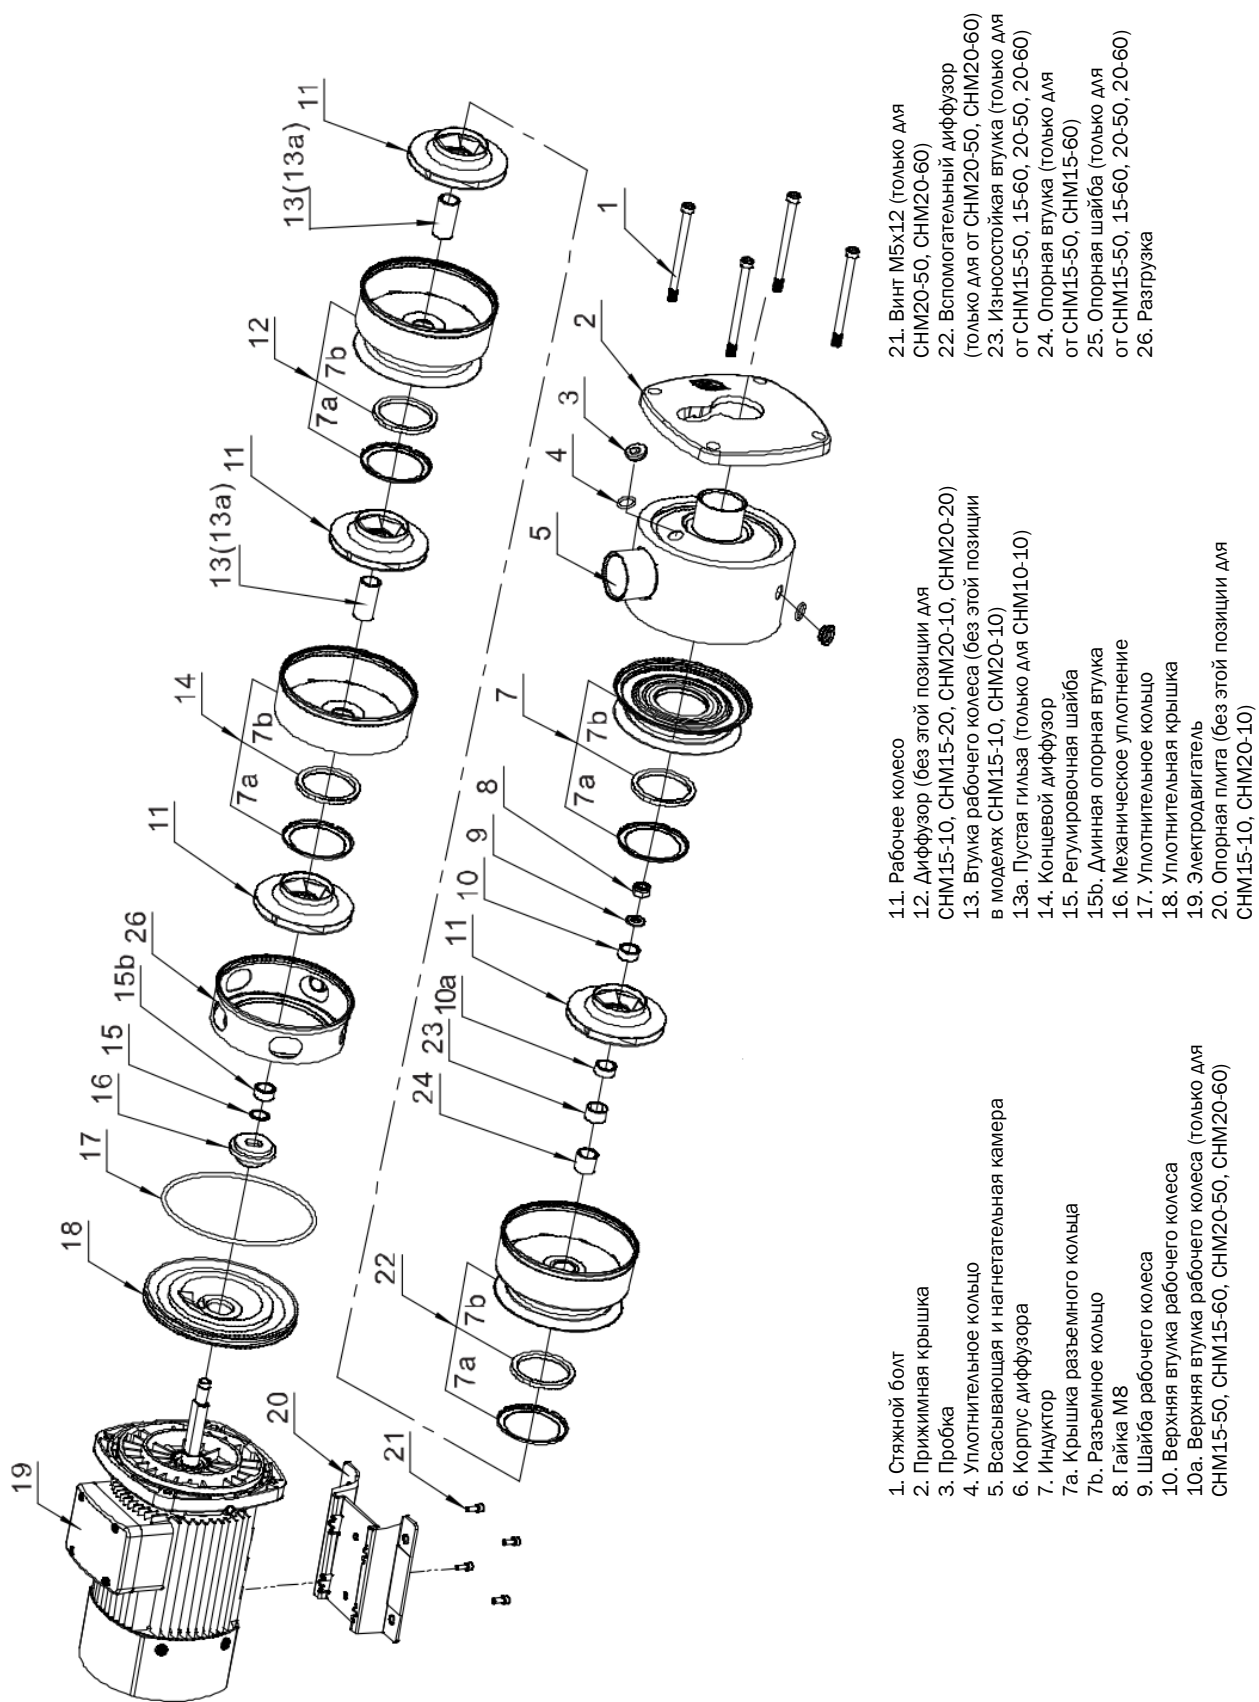

Рис. 12 Конструкция насоса CNM 15, 20
5.2 Разборка насоса (Рис. 9 – Рис. 12)